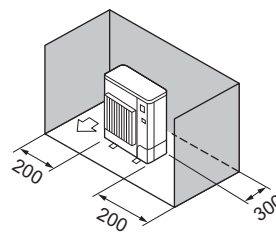

Fig. 2-9
- (3) Hindringer kun bak og på sidene (Fig. 2-9)